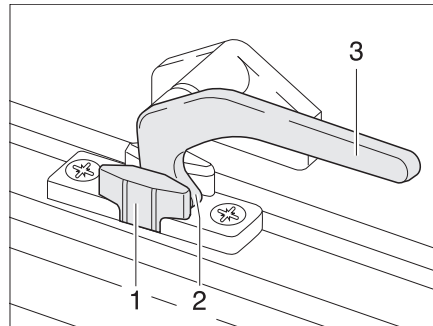

Bild 10 Verriegelungshebel in Stellung "Dauerbelüftung"
- in Stellung "Dauerbelüftung" (Bild 10)
- Den Verriegelungshebel (Bild 10,3) eine viertel Umdrehung zur Fenstermitte hin drehen.
- Den Verriegelungshebel wieder zurückdrehen. Die Verriegelungsnase (Bild 10,2) dabei in die Aussparung der Fensterverriegelung (Bild 10,1) einfahren.